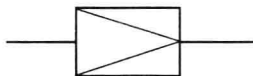

图 A-6
Lc1A5155 在水系统图中, 如图 A-6 所示图示表示 (B)。